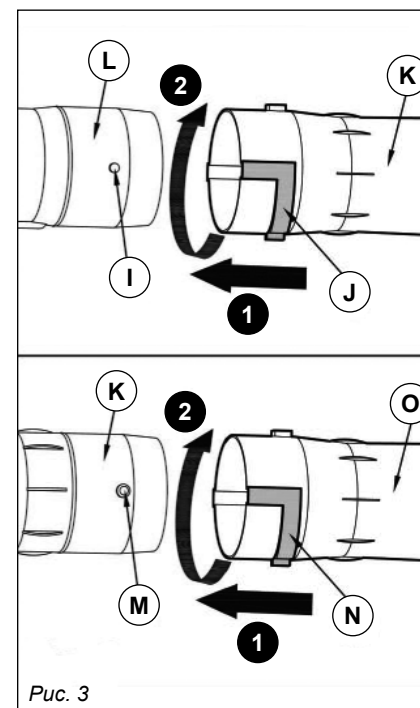

Рис. 3
3. Подсоединение промежуточной трубы (рис. 3)
- Совместите штифт (I) и прорезь (J) и наденьте первую промежуточную трубку (K) на заднюю трубу (L) (шаг 1).
- Совместите штифт (M) и прорезь (N) и наденьте вторую промежуточную трубку (O) на первую промежуточную трубку (K) (шаг 1).